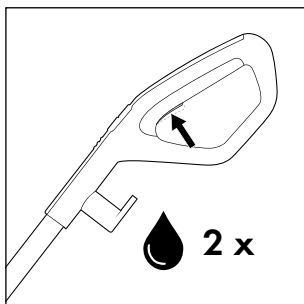
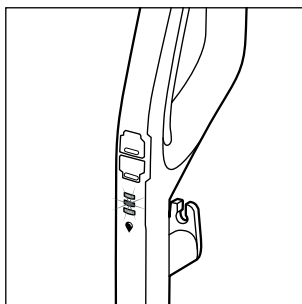

Abb. 18
Abb. 19
- ♦ Drücken Sie vor jedem Gebrauch zweimal kurz den Schalter Reinigungslösung **15**, um die Dauersprühfunktion zu aktivieren und die Bürstenrolle **6** mit Reinigungslösung betriebsbereit zu machen (siehe Abb. 18). Die Anzeige Reinigungslösung  **12** blinkt abwechselnd blau auf, wenn die Dauersprühfunktion aktiviert ist oder der Schalter Reinigungslösung **15** gedrückt gehalten wird (s. Abb. 19).